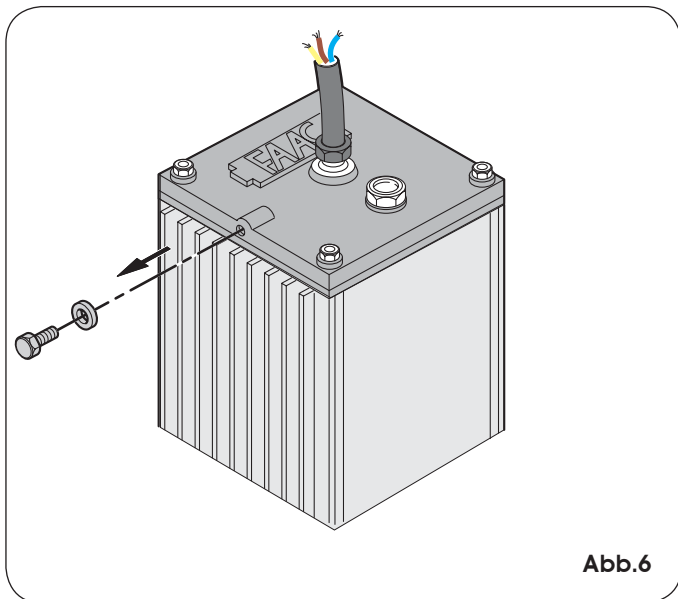

Abb.6
- 2) Die Entlüftungsschraube abnehmen und aufbewahren (siehe Abb. 6).